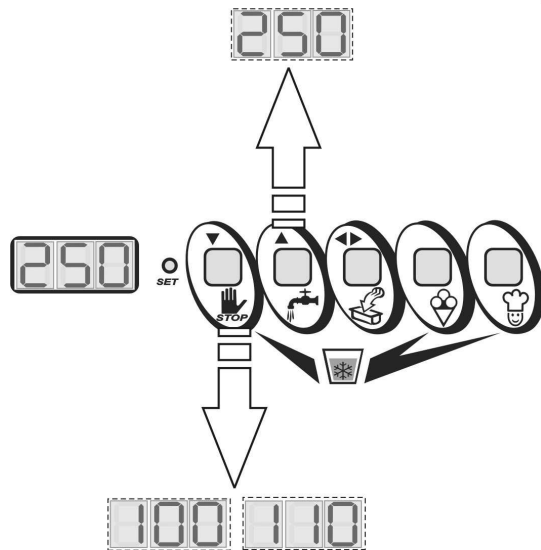

Fig. 2
- Los LED de las teclas UP (▲), Confirmación (◀▶) y DOWN (▼) se encienden y en la pantalla aparecen los números relativos al parámetro de consistencia que se va a configurar, expresado por un valor numérico comprendido entre 60 y 250: presione las teclas “UP (▲)” y “DOWN (▼)” para aumentar o disminuir el valor (Fig. 2). Los números elevados corresponden a consistencias superiores y los bajos a consistencias inferiores.